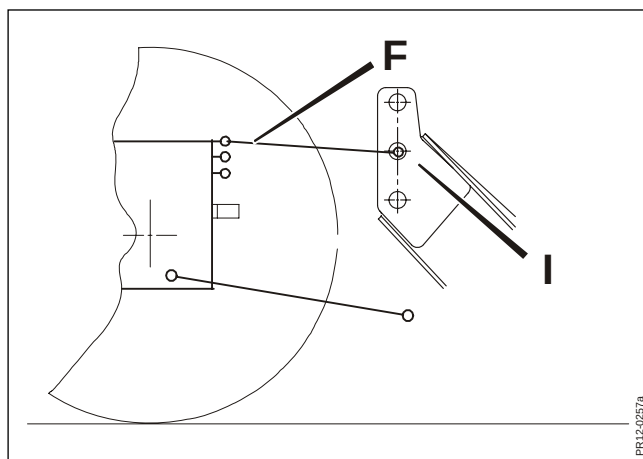

Fig. 2-9
**Fig. 2-9** Montér topstangen **F**. Den placeres højt på traktorsiden, og koblingspunktet **I** på toprammen vælges, så topstangen er tilnærmelsesvis parallel med traktorens liftarme. Herved opnås hensigtsmæssig bevægelse ved løft af maskinen og optimale forhold for senere til- og frakobling af maskinen.